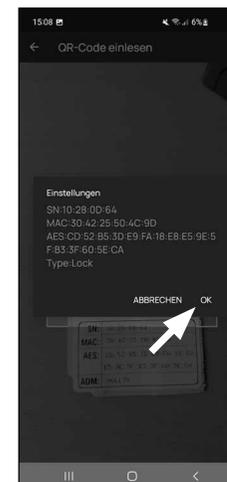

Fig. 5
- 6 Successivamente appare un messaggio con i dati del cilindro, confermarli in basso a destra con "OK" (Fig. 5).